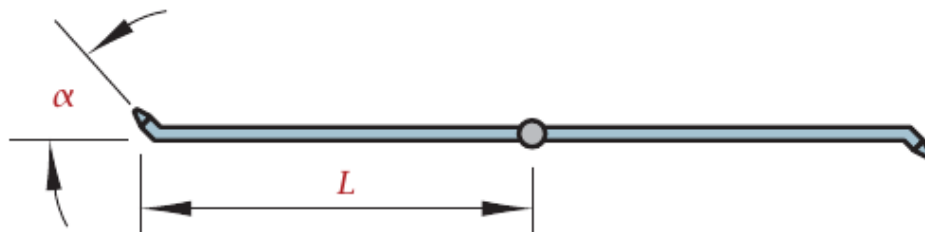

Figura 6: Aspersor de riego no plano de 2 brazos
5. **EXAMEN FEB-19-GIA** El agua entra en el aspersor de la figura 6 a través de una tubería vertical de diámetro D_1 , con una velocidad v_1 . Los dos brazos están contenidos en el plano horizontal, que es el de rotación. El caudal de alimentación del aspersor se distribuye en partes iguales por los dos brazos que descargan a la atmósfera con una velocidad uniforme. Éstos son de longitud L y tienen acopladas en sus extremos boquillas de diámetro D_2 . El eje de cada boquilla forma un ángulo β (no representado en la figura) con el plano de rotación, y el plano vertical que contiene dicho eje forma un ángulo α con el plano vertical que contiene el brazo.